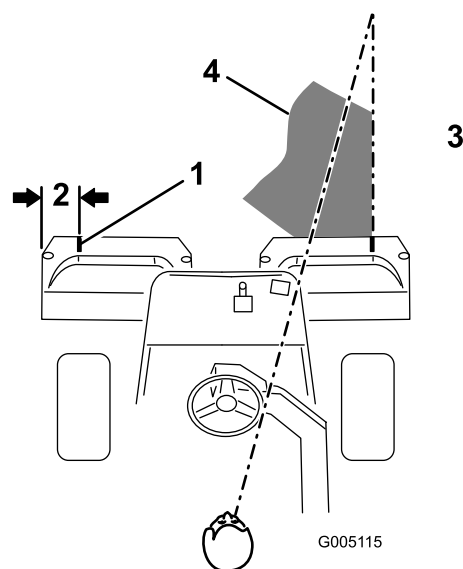

Figura 12
2. Applicate una striscia adesiva bianca, oppure tracciate una linea con della vernice bianca, su ciascun cestello, parallela al bordo esterno del cestello stesso (Figura 12).